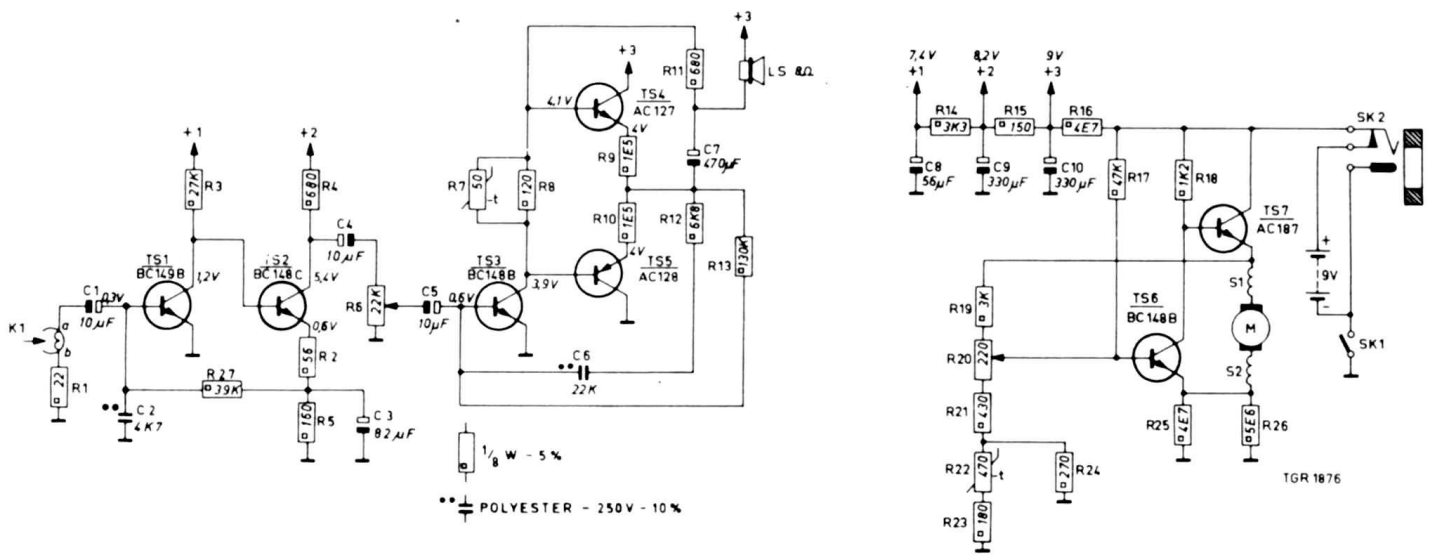

Fig. 1
b) Remplacement de l'équerre de commande rep. 58 de la tête de reproduction rep. 77 ou du galet presseur rep. 78 (fig. 1 et fig. 3).
c) Remplacement de la courroie d'entraînement rep. 62 (fig. 1)
g) Remplacement de l'accouplement à friction (fig. 1 et 4)
A partir du marquage AH06 16-68 le schéma électrique et la platine imprimée du RA 2200 ont été modifiés. Pour le nouveau schéma et la nouvelle platine imprimée, voir fig. 1 et 2.